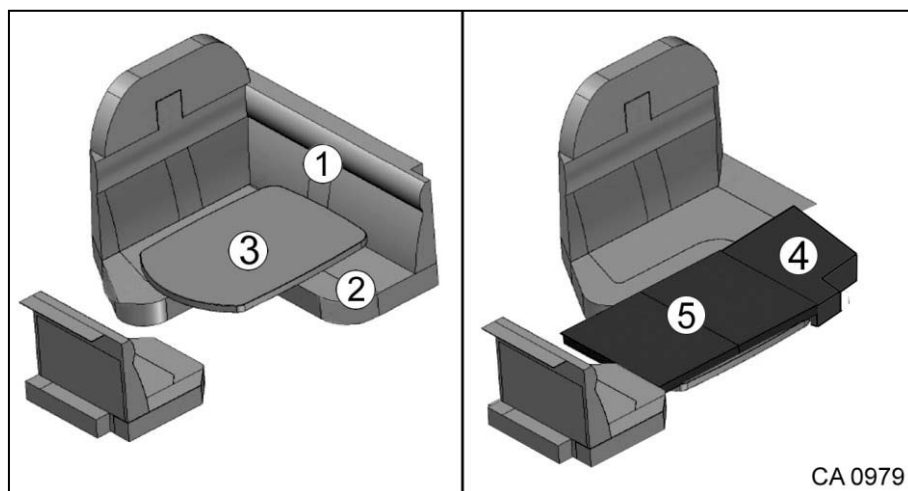

Fig. 65 Transformer les canapés en couchage pour la nuit
1. Enlever le coussin dossier (Fig. 65/1) et le coussin d'assise (Fig. 65/2).
2. Abaisser la table (Fig. 65/3).
3. Mettre en place le premier coussin d'appoint (Fig. 65/4).
4. Mettre en place le deuxième coussin d'appoint (Fig. 65/5).